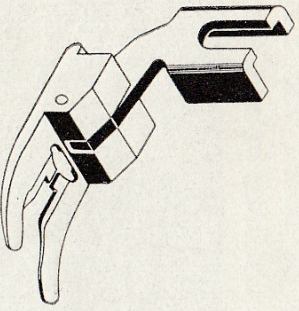

Fig. 18
- Gebruik de gewone zigzagvoet (fig. 18).
- Gebruik de zigzagvoet (fig. 18).